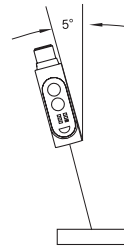

Abb. 6 Reflektierendes Objekt
- Bei stark reflektierenden oder glänzenden Objektflächen den Sensor um ca. 5° zur Objektfläche neigen. (Abb. 6).